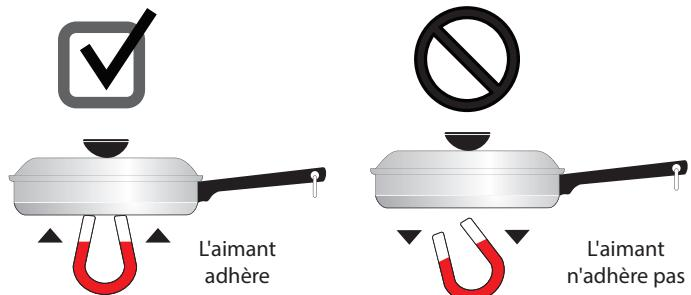

Figure 4: Test de l'aimant
Le type d'ustensile de cuisson utilisé et sa dimension influencent le réglage de la température nécessaire à l'obtention de résultats de cuisson optimaux. Assurez-vous de suivre les recommandations relatives à l'utilisation des ustensiles appropriés, tel qu'illustré sur la Figure 2 et la Figure 4.
- **Acier inoxydable** – Conducteur de chaleur lent qui donne des résultats de cuisson variables. Il est durable, facile à nettoyer et il résiste aux taches. Certains types d'acier inoxydable ne fonctionneront pas sur une table de cuisson à induction. Utilisez le test de l'aimant (Figure 4) pour vérifier le magnétisme de votre ustensile de cuisson en acier inoxydable.
- **Émail vitrifié sur métal** – Les caractéristiques de chauffage varient selon le matériau de base. Un ustensile fait d'un métal compatible recouvert d'émail vitrifié fonctionnera sur une table de cuisson à induction. Utilisez le test de l'aimant (Figure 4) pour vérifier le magnétisme de votre ustensile de cuisson en émail vitrifié.
Pour vérifier qu'un ustensile de cuisson fonctionnera sur votre table de cuisson à induction, essayez d'y faire coller un aimant (voir Figure 4).